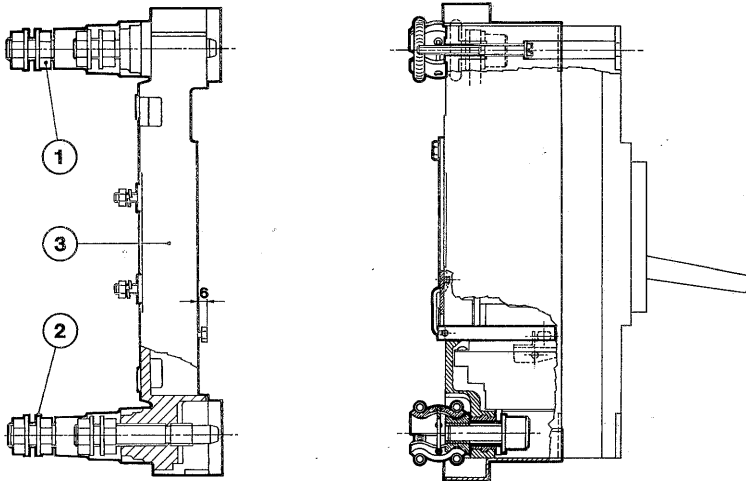

Fig. 15
- o) fissare la parte mobile alla basetta (2) serrando le viti (20)
7.6. Trasformazione dell'interruttore base in interruttore estraibile con attacchi posteriori (fig. 15)